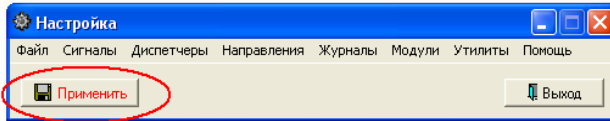
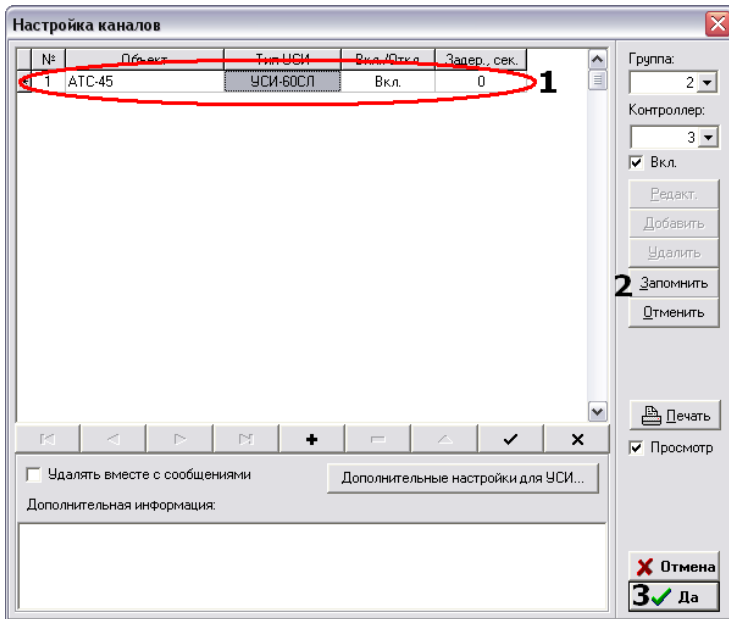

Рис. 9. Регистрация вновь подключенного RS-EM4
Рис. 12. Регистрация подключенных к RS-EM4 объектовых устройств
После всех сделанных установок нажмите кнопку «Запомнить» (5) и кнопку «Да» (6). После этого в окне настройки (Рис. 9) нажмите кнопку «Применить».
В этом окне установите номер группы, который вы ей присвоили при регистрации модуля RS-EM4 в поле «Группа» (2). Затем в поле «Контроллер» установите значение 3. Нажмите кнопку «Добавить» (1). Появится строка для заполнения (1), как показано на Рис. 12. В поле «№» введите номер, соответствующий номеру физического канала RS-EM4 от 1 до 4, к которому подключено устройство, которое Вы хотите прописать в программное обеспечение. В поле «Объект» выберите объект, на котором установлено оборудование. Объект должен быть заранее predetermined. Для регистрации объектов смотрите руководство пользователя для программного обеспечения «ЦЕНСОР». В поле «Тип УСИ» выберите тип объектового устройства, подключенного к прописываемому каналу. Затем нажмите кнопку «Запомнить» (2) и кнопку «Да» (3). В окне «Настройка» нажмите кнопку «Применить» (см. Рис. 9).